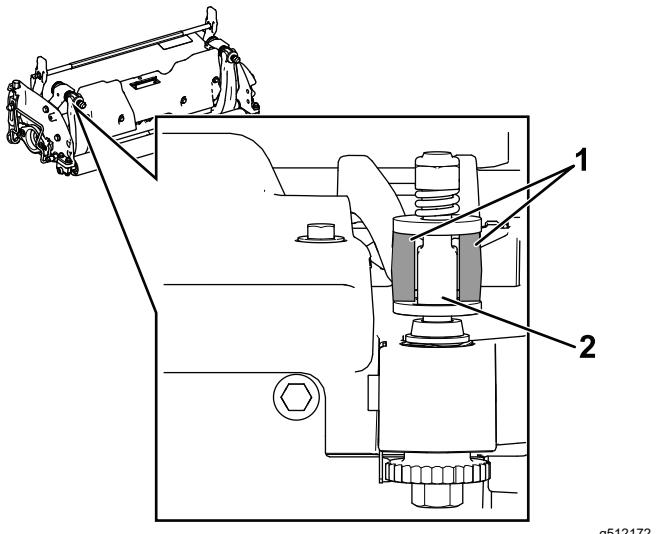

Рисунок 26
**Внимание:** Выровните регуляторы DPA по центрам проушин планки неподвижного ножа, как показано на Рисунок 26.